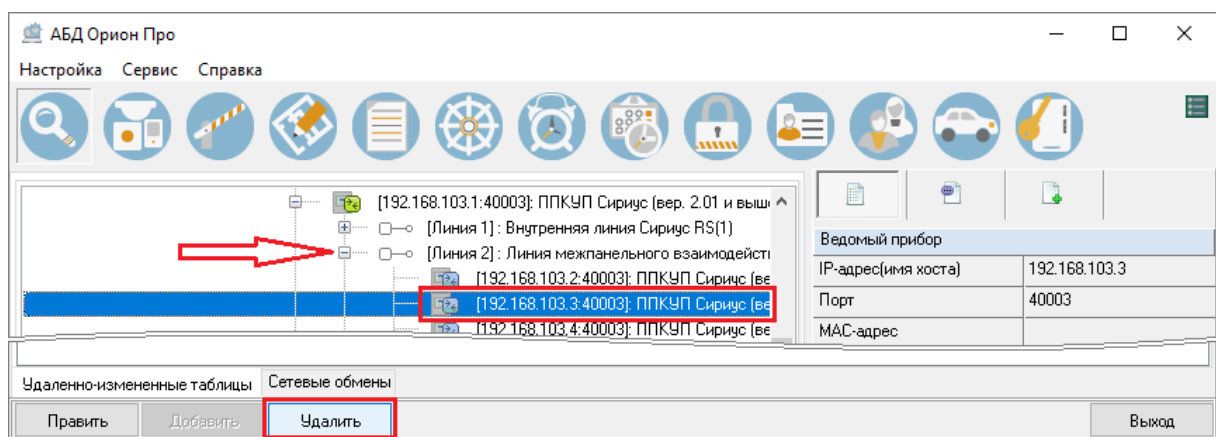

Рисунок 6-121 Изменение режима взаимодействия для ведомого ППКУП "Сириус" на автономный удалением с линии межпанельного взаимодействия
- удалением объекта ППКУП «Сириус» с линии межпанельного взаимодействия ведущего ППКУП «Сириус» соответствующей межпанельной сети – только для изменения режима взаимодействия для ведомых ППКУП «Сириус» на автономный: выделите ведомый ППКСП «Сириус» как дочерний объект для линии межпанельного взаимодействия (см. п. 6.3.1.2.11) ведущего ППКУП «Сириус» и нажмите кнопку «Удалить» (см. п. Рисунок 6-121).